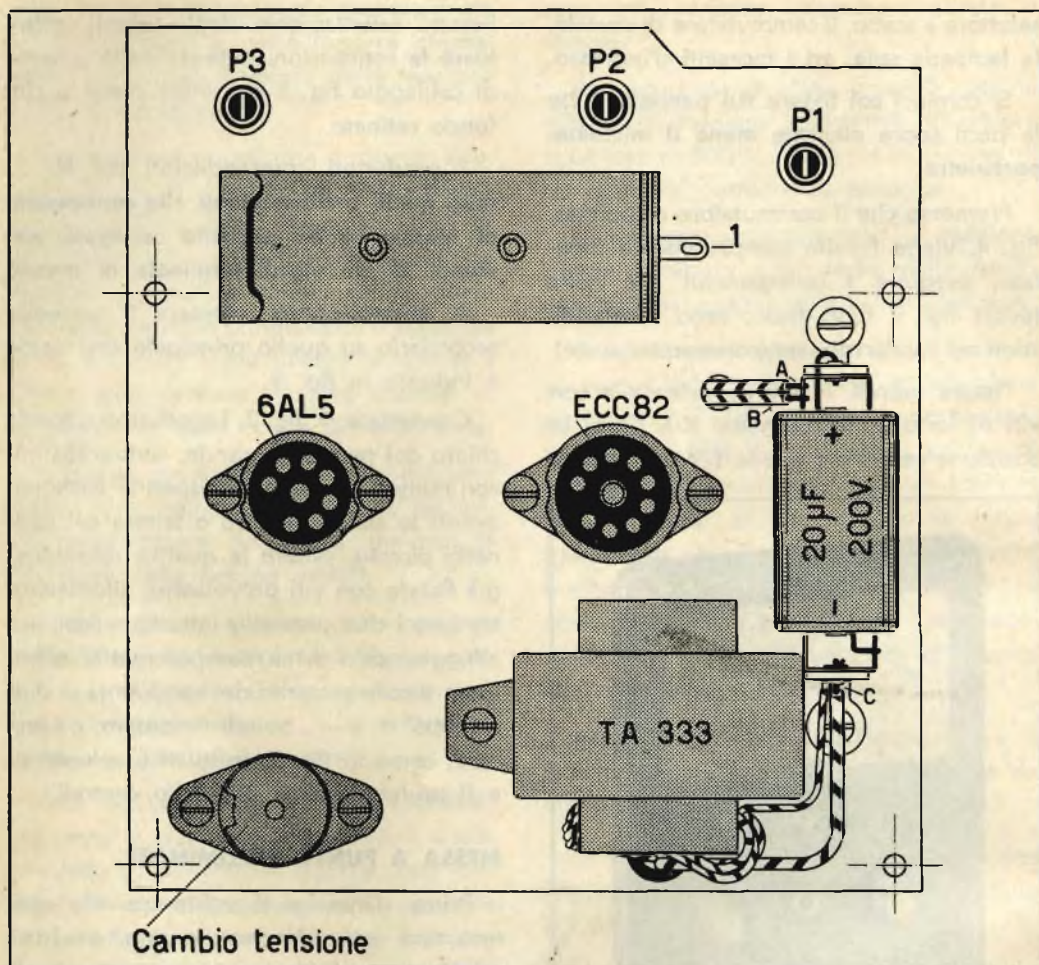

Fig. 6
- 2) Pannello secondario porta valvola e comandi semifissi (vedi fig. 6).
E' rappresentato dalla fig. 6 e comprende i tre potenziometri: P_1 , P_2 e P_3 tutti da 10 K Ω , i due zoccoli per le valvole ECC82 e 6AL5, il supporto della batteria da 1,5 V., il trasformatore di alimentazione, il cambio tensione e le quattro basette di ancoraggio.